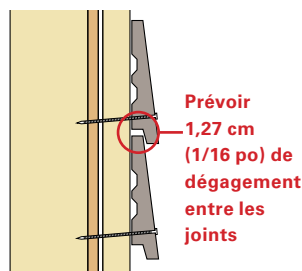

Fig. 27
- Assurez-vous que les planches de revêtement sont installées en laissant un dégagement de 0,16 cm (1/16 po) entre tous les joints. (Voir la figure 27)